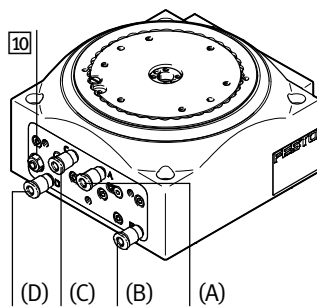

Fig. 10
Режим правого вращения управляется внутренне через дроссель 10. Режим возвратно-поступательного движения должен управляться внешне через дополнительный дроссель с обратным клапаном GRLA, Канал (C), Fig. 10 (→ [www.festo.com/catalogue](http://www.festo.com/catalogue)).